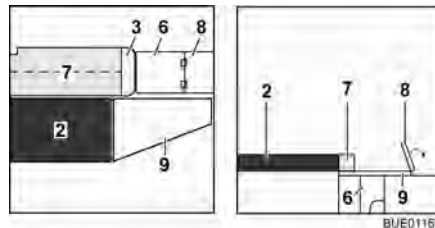

Fig. 119 Durante la transformación
- Extraer la prolongación del armazón de cama (Fig. 119,6).
- Plegar la prolongación del tablero (Fig. 119,8) hacia fuera.
- Desplegar el cojín adicional (Fig. 119,7) y colocarlo en la mesa.
- Enganchar el ensanchamiento de cama (Fig. 119,9) en los alojamientos en los baúles-banco.